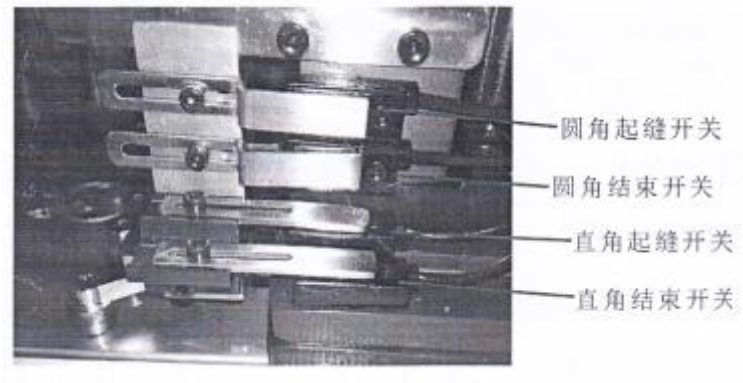

图 16
24. 第 23 条讲解粗调方法，下面我们讲解细调方法，如图 16 所示：